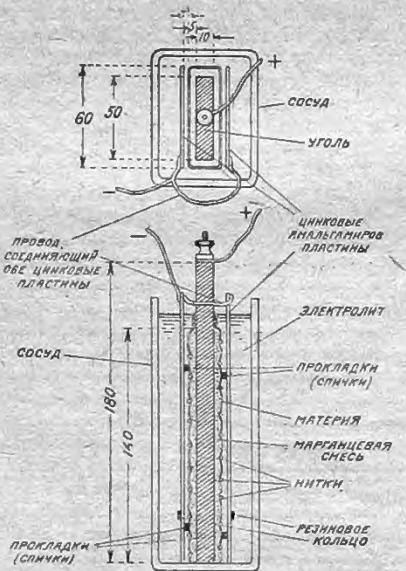

Рис. 1. Перспективная схема
1) Положительной пластины (рис. 1 и 2) — уголь, окруженный смесью из 60% (все по весу, как и в дальнейшем) искусственной перекиси марганца и 40% графита серебристого, истертых в мелкий порошок; все обернуто материей и увязано ниткой.